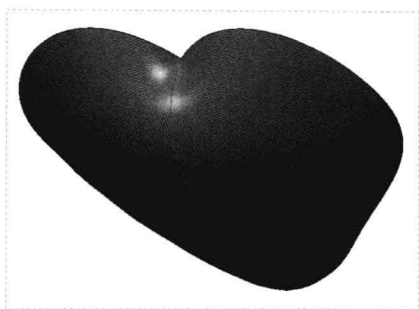

图 10-49 图形文件
Step 01 按【Ctrl+O】组合键，打开图形文件，如图 10-49 所示，在模型树中选择“边界混合 3”选项。